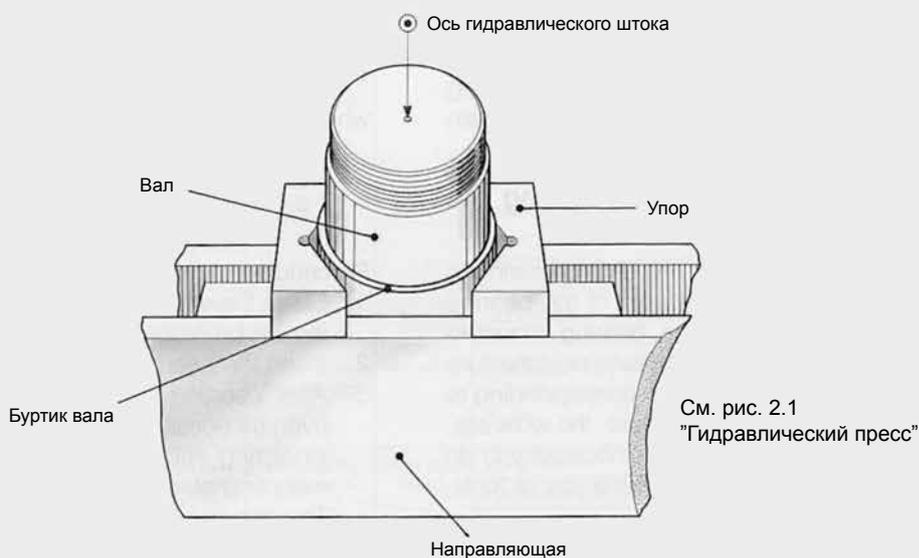
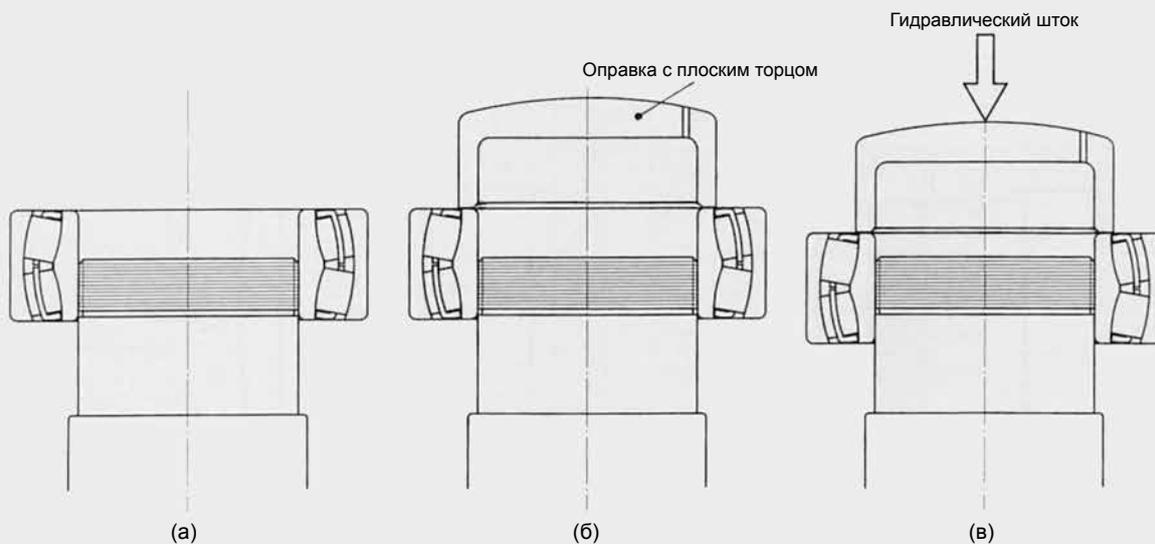

Рис. 6.2 Способ прессования (фиксация вала на столе пресса)
Рис. 6.3 Посадка подшипника прессом
6.2.2 Способ прессования (Рис. 6.2 и Рис. 6.3)
1. Установите вал вертикально на нижний торец на рабочий стол гидравлического пресса, совместив его ось с осью штока гидравлического пресса. Отрегулируйте высоту направляющих гидравлического пресса и зафиксируйте вал на буртике **(Рис. 6.2)**;
5. Подведите оправку как можно ближе к внутреннему кольцу подшипника. **{Рис. 6.3 (а)}** Ваша цель – создать плотный контакт между торцом оправки и торцом внутреннего кольца на валу. **{Рис. 6.3 (б)}** Верхняя ударная часть оправки должна контактировать с гидравлическим штоком. Еще раз убедитесь в том, что оси вала и штока совпадают.
6. Подведите шток гидравлического пресса вплотную к торцу вала. **{Рис. 6.3 (в)}**.